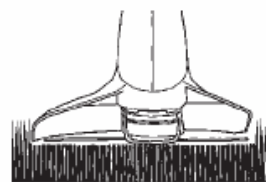

Fig. 15
1. **DEBROUSSAILLAGE / FAUCHAGE** (Fig. 15). Déplacer la débroussailleuse par un mouvement lent de gauche à droite N'inclinez pas la tête de coupe durant la procédure La zone test doit être débroussaillée pour une hauteur de coupe appropriée Conserver la tête de coupe au même niveau pour une même profondeur de coupe